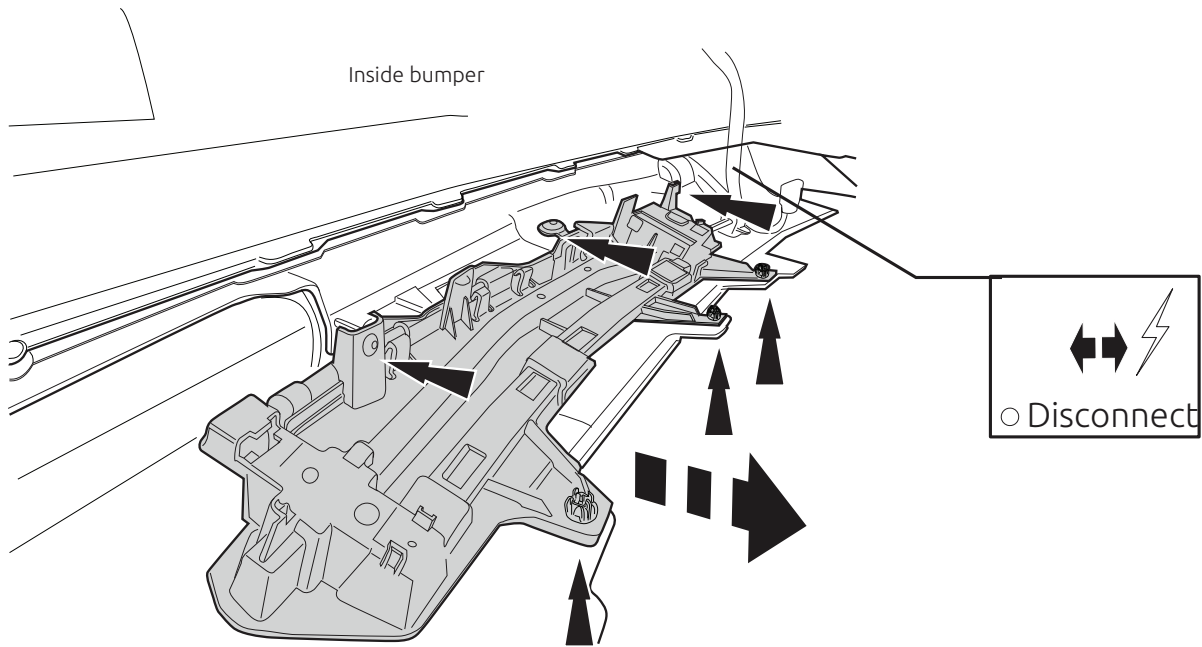
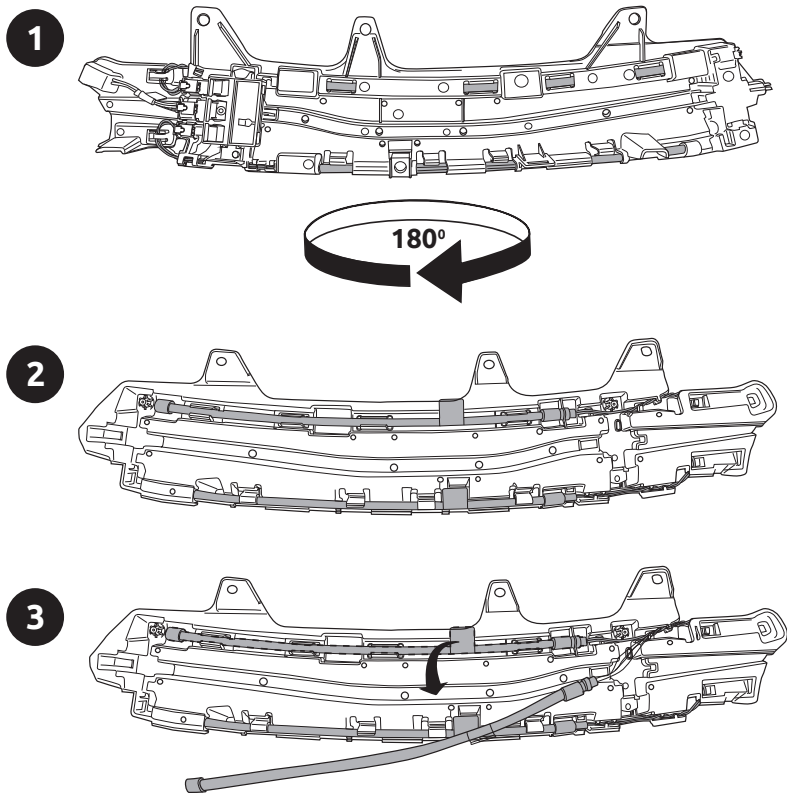

Fig. 3
Fig. 4a
9. **Внимание, если имеются:** Снять указанные детали. См. рисунок 3. Выпилить обозначенную часть, как указано на рис. 4a-4b.